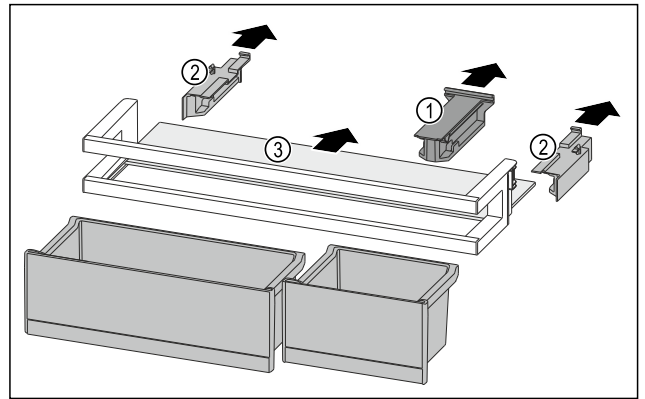

Fig. 260
- ▶ Halteteil Fig. 260 (1) abziehen.
- ▶ Seitenteile Fig. 260 (2) abziehen.
- ▶ Abstellfläche Fig. 260 (3) entnehmen.